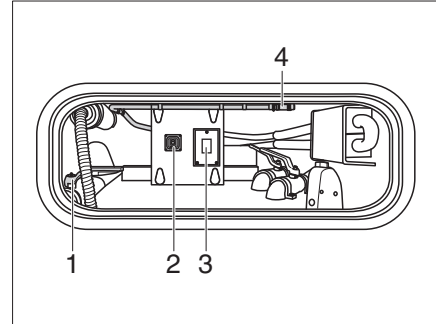

Fig. 388 Lavar el cassette del aseo con vibrador (vista del interior del compartimento de almacenamiento)
- Abrir la llave de vaciado (Fig. 388,1).
- Pulsar el interruptor (Fig. 388,3).
- Accionar el interruptor (Fig. 388,2) para la bomba de vaciado.
- Desenganchar el tubo flexible para la limpieza del depósito (Fig. 388,4) del compartimento de almacenamiento y conectarlo a una conexión de agua.
- Después del lavado, retirar la conexión de agua y guardar el tubo flexible para la limpieza del depósito (Fig. 388,4).
- Cerrar la llave de vaciado (Fig. 388,1).